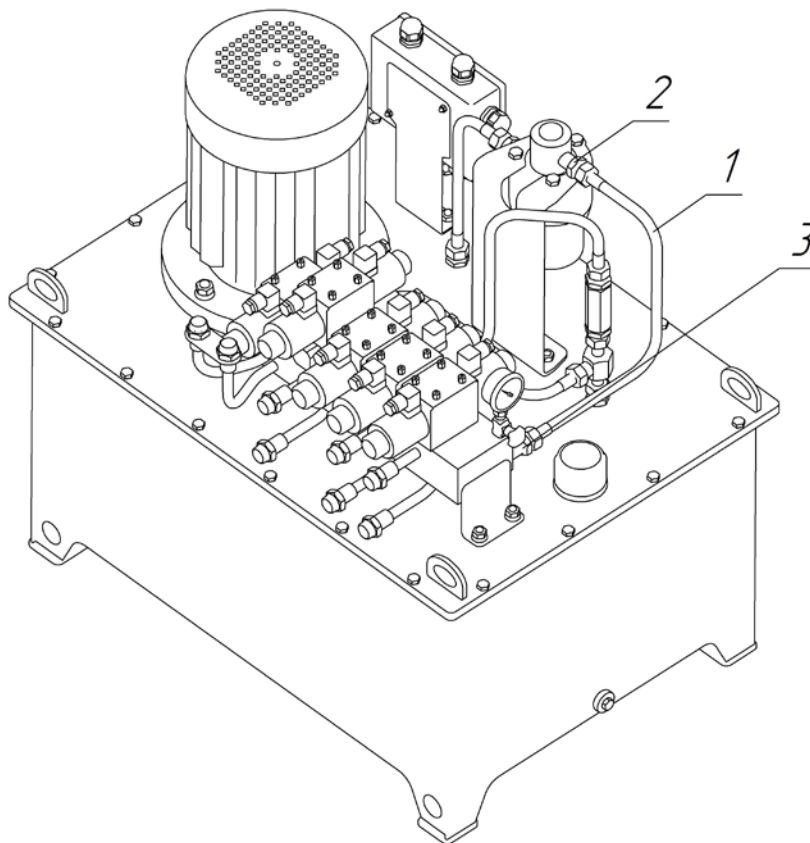

Рисунок 5. Подключение к гидросистеме вибропресса «БУРАН».
- На установке насосной отсоединить трубопровод 1 рисунок 5;